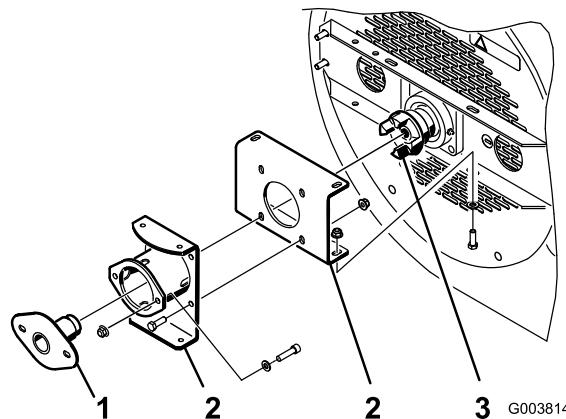

図 9
1. 取り付けブラケットがブロアハウジングに仮止め状態ボルトとナットが本締めされていないことを確認する 図 9。
2. 取り付けブラケットからファンカップラに、ベアリング整列調整工具を差し込む 図 9。